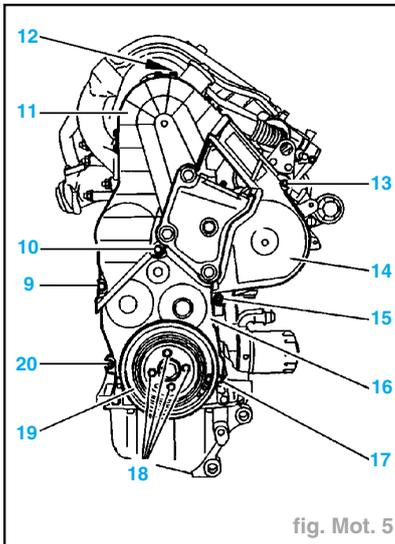

fig. Mot. 5
- Déposer (fig. Mot. 5) :
- les vis (9), (10), (12), (13) et (15),
- le carter supérieur (11),
- le carter intermédiaire (14).